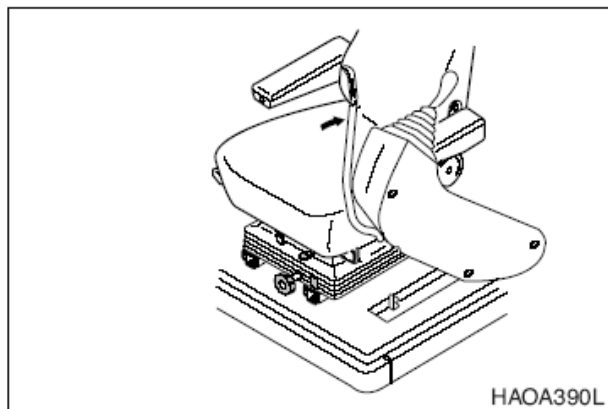

Рис. 89
Покидая машину, необходимо установить рычаг блокировки безопасности в положение блокировки (**LOCK**), рис. 89, в противном случае в результате случайного перемещения рабочих рычагов может произойти серьезная авария.
2. Установить рычаг безопасности в заблокированное положение (**LOCK**), рис. 89.
2. Установить рычаг безопасности в заблокированное положение (LOCK), рис. 89.